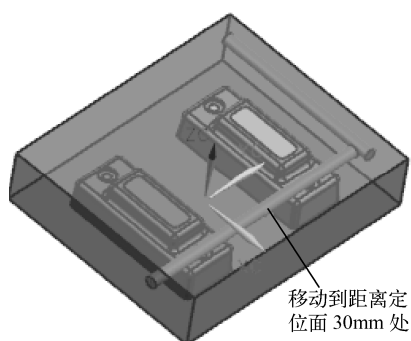

图 9-48 移动管道
(9) 单击【应用】或【确定】按钮，即可完成对管道的调整。如图 9-48 所示，移动管道到距离定位面 30mm 处。
(3) 在对话框的【类型】选项组中，从【调整通道】下拉列表中选择【通道重定位】选项。
(4) 在对话框的【通道】选项组中，确认【选择通道】处于激活状态，然后在图形窗口选择需要进行调整的通道。
(5) 在对话框的【面】选项组中，单击【选择面】按钮，并将【选择范围】设置为【整个装配】。
(6) 在图形窗口选择一个或者多个用于定位管道的面。
(7) 在对话框的【移动】选项组中，从【方向】下拉列表中选择【沿矢量】选项，这样管道将沿着与指定矢量的方向移动，移动的距离由临近的选择面控制。
(8) 单击【指定矢量】按钮，选择-XC 方向，并在对话框的【设置】选项组中，输入合适的距离值，例如 30。
(9) 单击【应用】或【确定】按钮，即可完成对管道的调整。如图 9-48 所示，移动管道到距离定位面 30mm 处，与上面的效果相同。